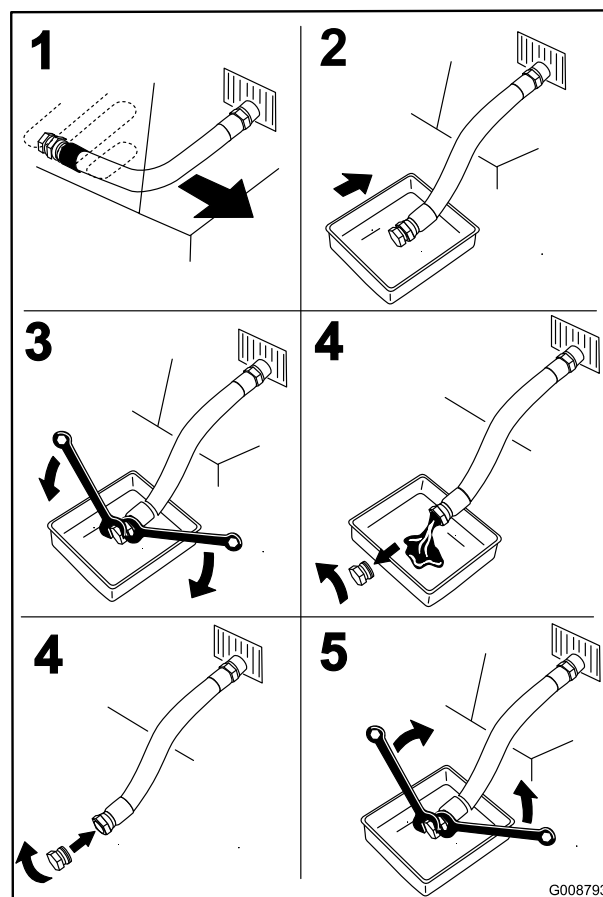

Figure 43
3. Avant de quitter la position de conduite, coupez le moteur, enlevez la clé de contact et attendez l'arrêt complet de toutes les pièces mobiles (Figure 43).